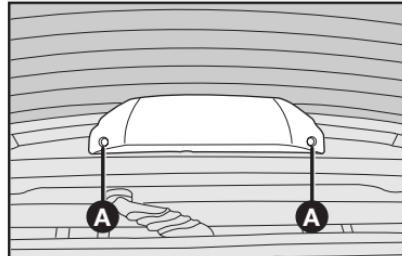

fig. 39
- 1) con la tapa de baúl abierta, retirar los tornillos **A** fig. 39 y desmontar el conjunto de la 3a luz de freno;